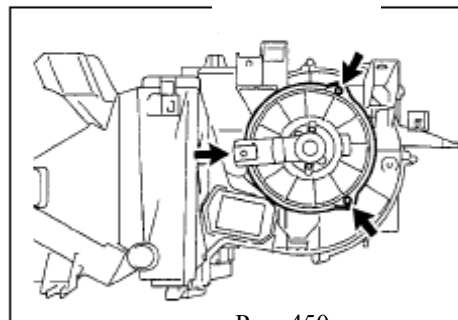

Рис. 450
12. Демонтируйте электродвигатель отопителя в сборе с крыльчаткой, открутив 2 винта.(рис. 450)